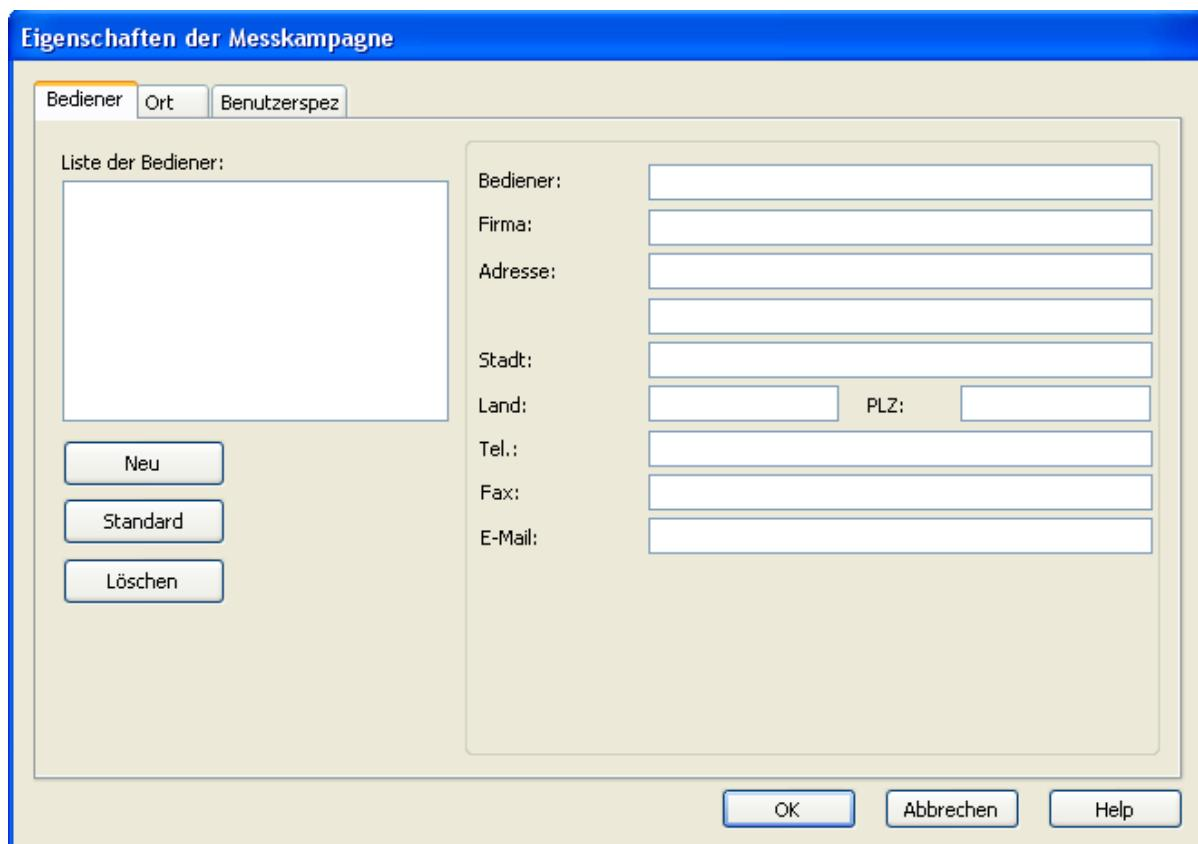

Abb. 2-8
- 2) Beim Erstellen einer Datenbank wird ein Info-Fenster angezeigt (Abb. 2-8). Hier müssen die Daten dieses Speichervorgangs eingegeben werden (Bediener, Ort, Benutzerspez). Die hier eingegebenen Daten gelten für diesen Speichervorgang und werden für die automatische Berichterstellung herangezogen.